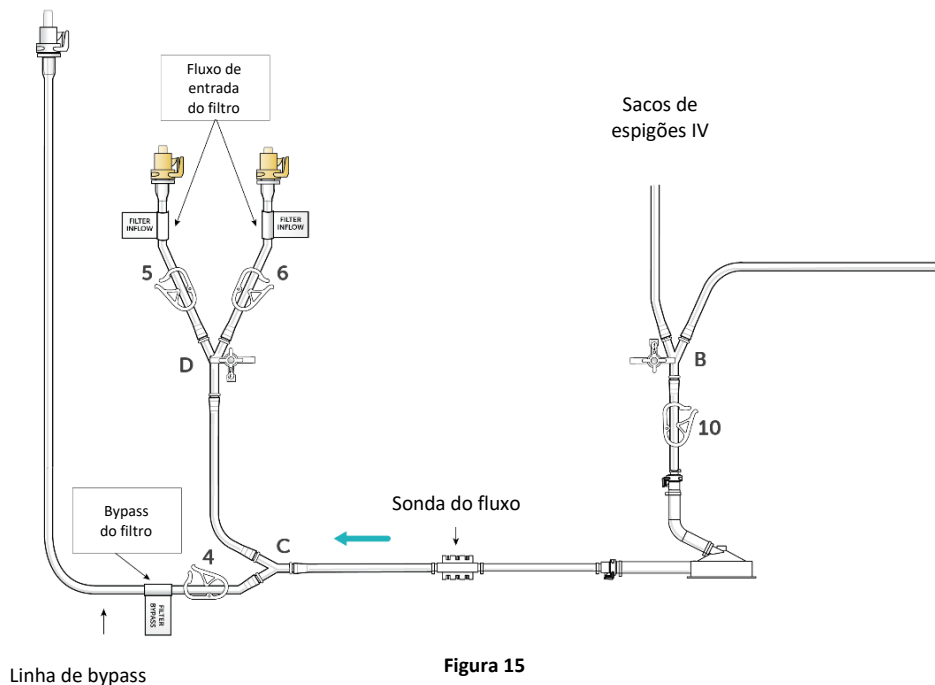

Figura 15
- (a) Encha as linhas da cabeça da bomba, fluxo de entrada do filtro e bypass abrindo o clampe 10, a torneira "D", e o clampe 4, ver Figura 15.